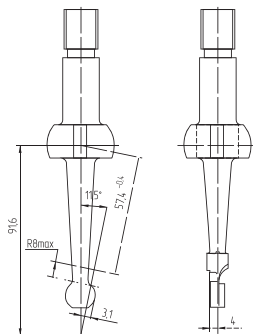

Рис. 13
4. Приобретите механизм переключения РК с каталожным номером 3163-00-1803010-00. При покупке убедитесь, что сам рычаг имеет конфигурацию согласно Рис. 13. Если до установки стоял однорычажный механизм старого образца, то возможно заменить рычаг переключения передач РК 3160-1803070 выпуска не ранее сентября 2009 г. со специальной проточкой на нижнем конце рычага.